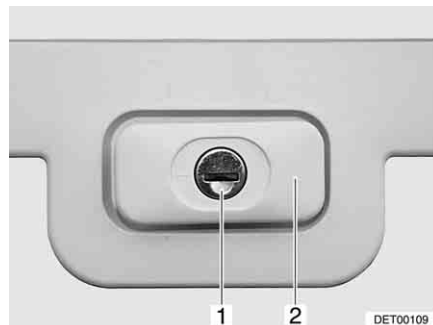

Bild 32 Klappenschloss, rechteckig, verschlossen
- Schlüssel in Schließzylinder (Bild 32,1) stecken und eine viertel Umdrehung drehen. Schlossgriff (Bild 32,2) schnappt heraus.